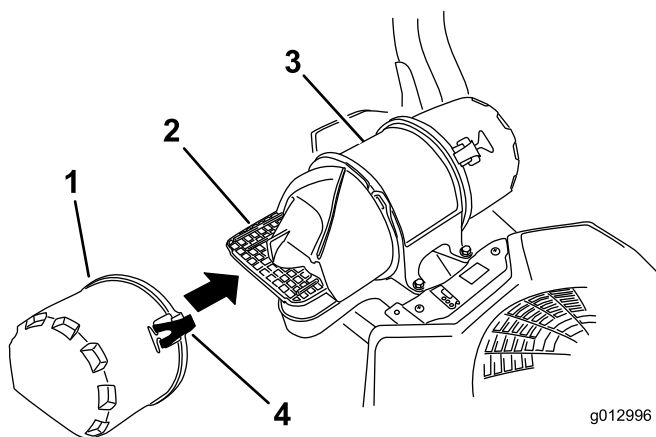

Figure 46
3. Ouvrez les dispositifs de verrouillage du filtre à air et séparez le couvercle d'entrée d'air du corps du filtre (Figure 46).